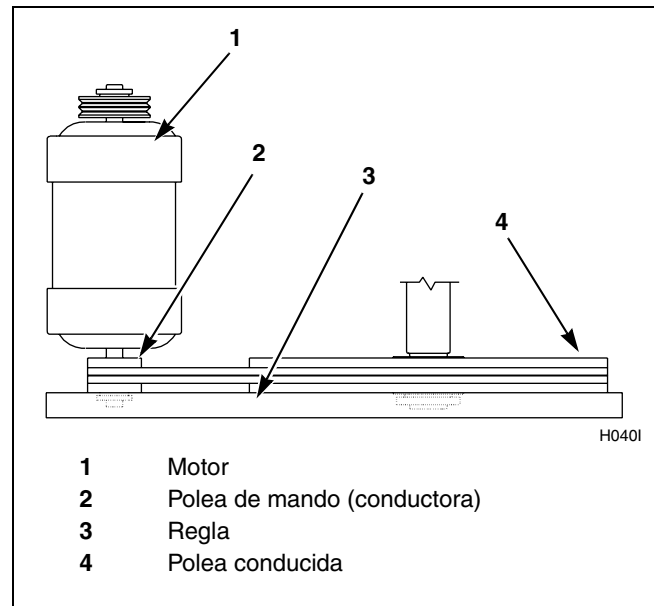

Figura 12
- b. En sistemas impulsados por polea de garganta, verifique la alineación colocando una regla entre ambas caras de la polea. El objeto deberá hacer contacto con las poleas en cuatro lugares. Consulte la *Figura 12*.